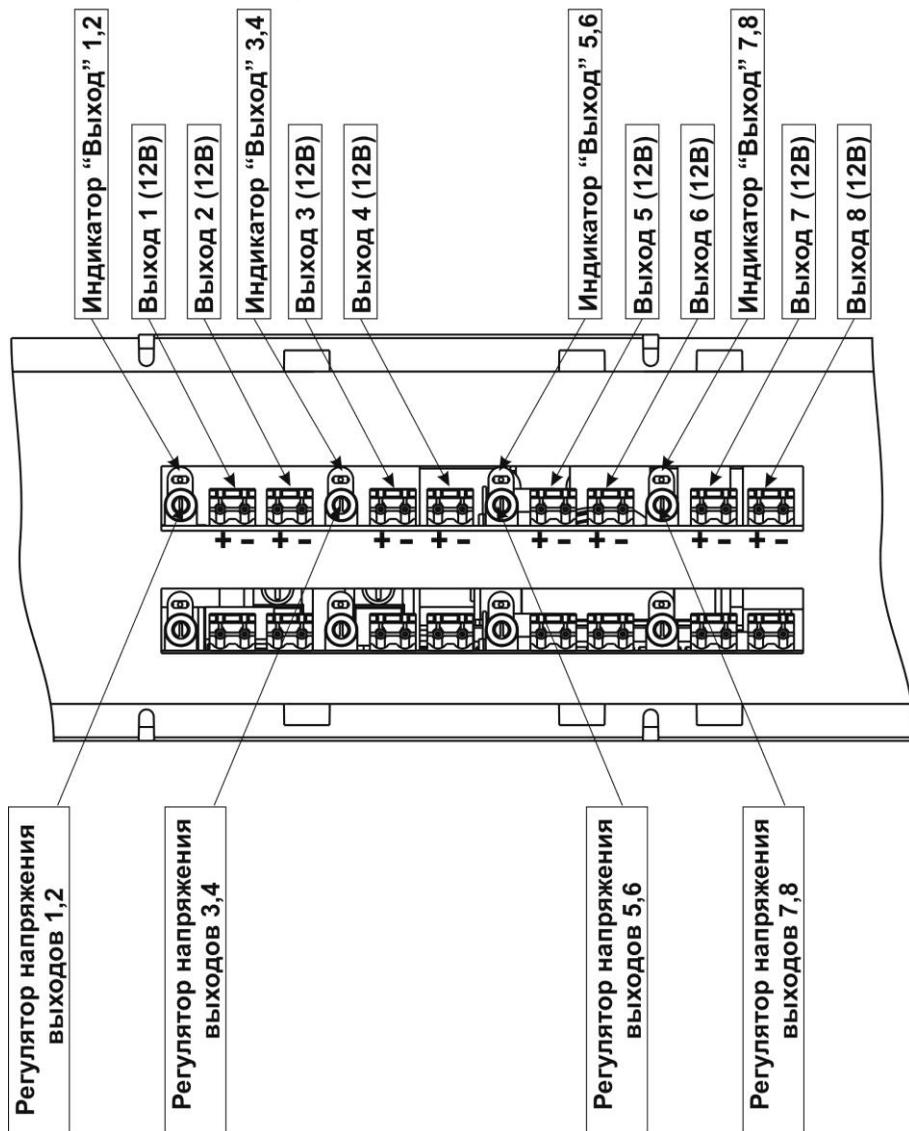

Рисунок 4 - Расположение органов коммутации, управления и индикации на плате преобразователя PN-V.8
При превышении током нагрузки любого выхода значения, указанного в п. 4 табл. 1 изделие переходит в режим защиты от перегрузки по току (КЗ). При этом изделие ограничивает ток соответствующей пары выходов, остальные выходы продолжают обеспечивать питание нагрузок. После устранения причин перегрузки по току (КЗ), нормальный режим работы пары выходов восстанавливается автоматически. Состояние каждой пары выходов отображается светодиодными индикаторами, установленными на платах преобразователей напряжения PN-V.8 см. рис.4.
- подключить подводящие провода нагрузок к клеммам плат преобразователей соблюдая полярность (см. рис. 4);